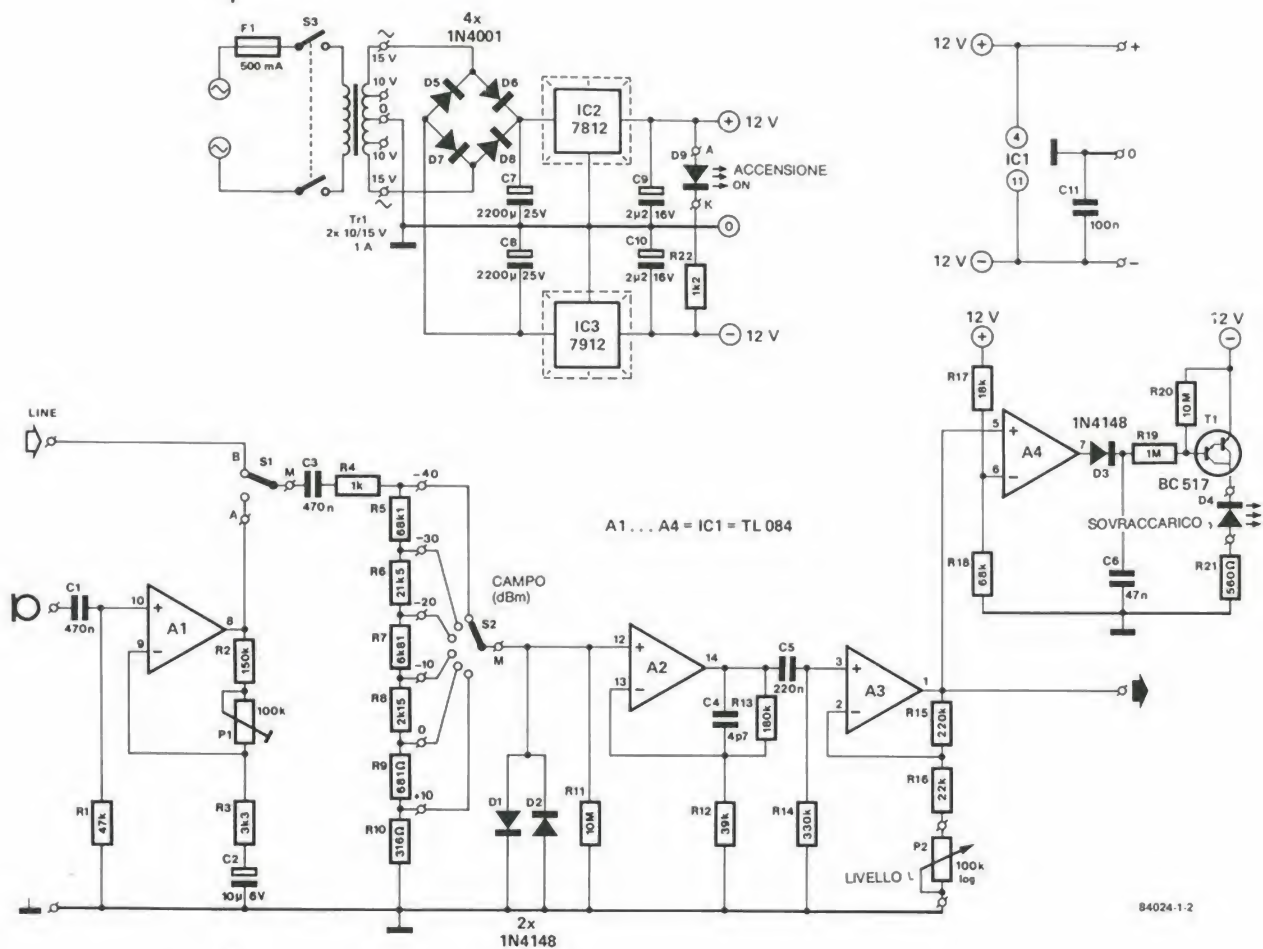

Figura 2. Circuito d'ingresso ed alimentazione. I segnali in arrivo sono qui portati ad un livello adatto prima di essere applicati ai filtri.
- $b$  (vedi Figura 2). Questa costante è più bassa per i varistori all'ossido di zinco, e ciò vuol dire che anche un piccolo aumento della tensione provoca un forte aumento della corrente.
Figura 2. Il grafico della tensione e della corrente su una scala logaritmica permette di determinare  $\beta$ . Questa è la curva caratteristica standard fornita dal fabbricante.
La sezione d'ingresso dell'analizzatore è illustrata in Figura 2, con a sinistra i due ingressi per il segnale di linea e per quello microfonico. Il commutatore S1 permette di scegliere uno di questi due ingressi. Il circuito intorno ad A1 è un preamplificatore microfonico che ha un'impedenza d'ingresso di 47 k $\Omega$ , adatta per la maggior parte dei microfoni. Il guadagno può essere variato, mediante P1, tra circa 50 e 75 volte oppure, volendo, il guadagno può essere predisposto scegliendo un adatto valore di R2 (il guadagno è definito da:  $A = (R2 + P1 + R3) / R3$ ). L'attenuatore consiste nel commutatore S2 e nelle resistenze R5...R10 (tolleranza 1%). I
L'alimentatore per l'analizzatore in tempo reale è montato sulla scheda d'ingresso. Ciò è chiaramente visibile in Figura 2. Due regolatori di tensione garantiscono un'alimentazione simmetrica e stabile di  $\pm 8$  V. La corrente che può essere erogata dall'alimentatore (almeno 1 A), è più che sufficiente per il circuito.